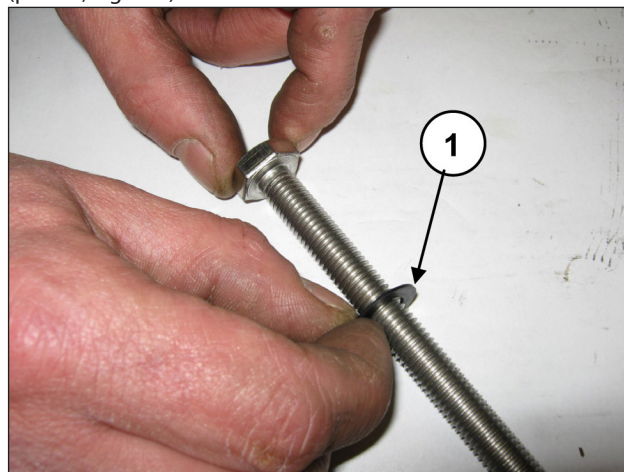

Fig. 176
Inserire la rosetta $\varnothing 10 \times 18 \times 0.9$ nella vite fissaggio pistone (pos. ①, Fig. 176).